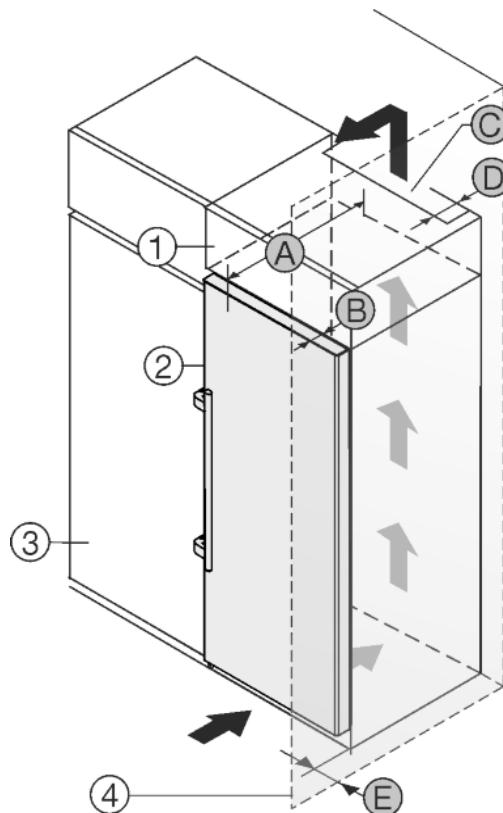

Fig. 25
Устройство может быть окружено кухонными шкафами. Чтобы уравнять устройство Fig. 25 (2) по высоте с кухонной стенкой, можно установить над устройством дополнительный шкафчик Fig. 25 (1).
Установить устройство можно непосредственно рядом с кухонным шкафом Fig. 25 (3). Чтобы можно было полностью открыть двери, устройство должно выступать на глубину Fig. 25 (B) относительно передней стенки кухонного шкафа. В зависимости от глубины кухонных шкафов и использования пристенных распорок устройство может выступать и больше.
- На задней стенке дополнительного шкафчика должен быть вентиляционный канал с глубиной Fig. 25 (D) по всей ширине этого шкафа.
- Нужно соблюдать вентиляционное отверстие Fig. 25 (C) под нижней панелью.
Если устройство установлено на шарнирах у стены Fig. 25 (4), то нужно соблюдать расстояние Fig. 25 (E) между устройством и стеной. Настолько выступает ручка при открытой дверце.